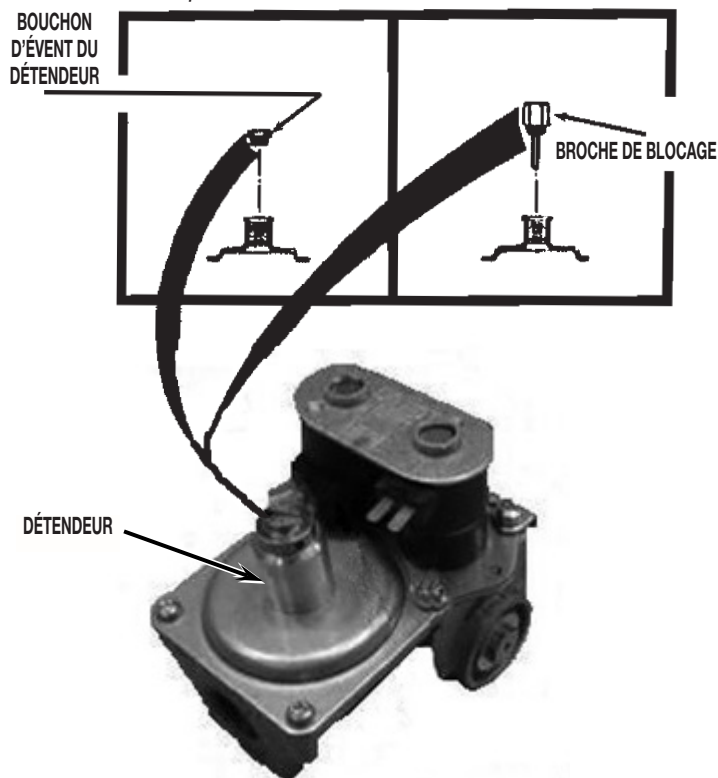

FIGURE 5
6. Ôter le bouchon d'évent du détendeur (dispositif de limitation du volume de fuite). Consulter la Figure 5. Passer à l'étape 10.